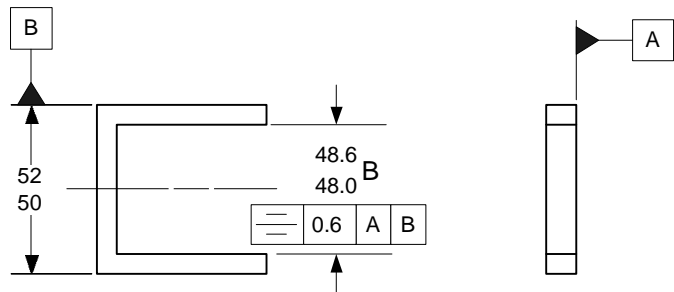

Figura 1
3. En la Figura 1, _____ de la muesca *B* debe estar dentro de la zona de tolerancia de simetría.
4. En la Figura 1, la frontera de peor caso para la muesca *B* es _____.